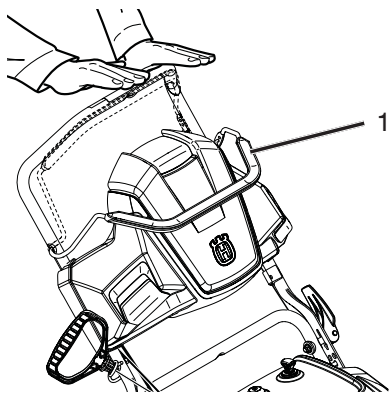

Figure 21
1. Relâcher la barre de contrôle pour éliminer le mou dans le câble de commande (Figure 21).